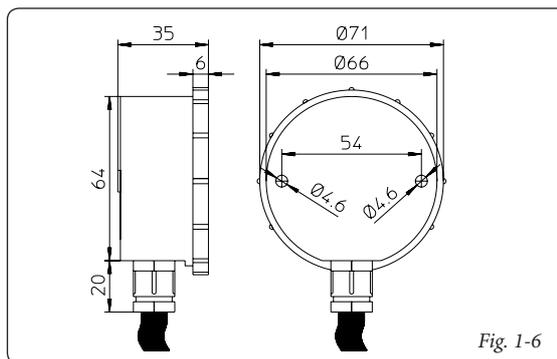

Fig. 1-6
**N.B.:** per il collegamento elettrico tra caldaia e unità bollitore occorre collegare i morsetti 36 e 37 presenti nella morsettiera posta sotto la camera stagna ai morsetti H e R dell'Unità Bollitore eliminando la resistenza R8 (Fig. 1-6).
La caldaia è predisposta per l'applicazione della sonda esterna (Fig. 1-6). Questo componente Immergas è disponibile come kit separato dalla caldaia e fornibile a richiesta. Sonda esterna di temperatura. Questa sonda è collegabile direttamente all'impianto elettrico della caldaia e consente di diminuire automaticamente la temperatura massima di mandata all'im-